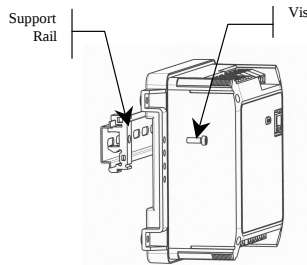

Figure 3
2. Visser ensuite l'appareil sur les deux supports (quatre niveaux de position de l'appareil sur le rail sont possibles), selon la *Figure 3*.